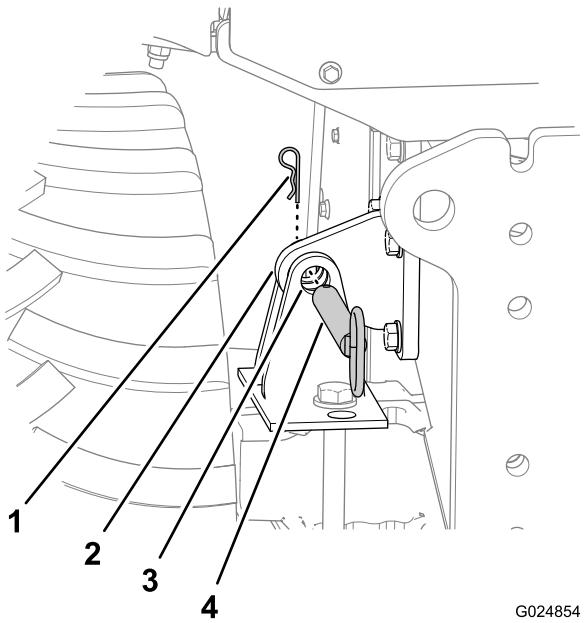

Рисунок 44
- Снимите шплинт крепления штифта блокировки наклона к кронштейну блокировки ходовой части (Рисунок 44).
- Извлеките штифт блокировки наклона из отверстий в кронштейне блокировки ходовой части и кронштейне блокировки моста (Рисунок 44).
- Используйте переключатель наклона для совмещения отверстия в кронштейне блокировки ходовой части с отверстиями в кронштейне блокировки моста (Рисунок 44).
- Вставьте до упора штифт блокировки наклона в горизонтальные отверстия кронштейна блокировки ходовой части и кронштейна блокировки моста (Рисунок 44).
- Закрепите штифт блокировки наклона в кронштейне блокировки ходовой части с помощью шплинта (Рисунок 44).